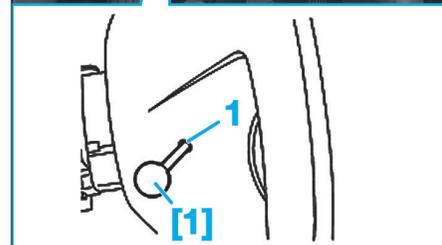

Fig. 2
- Enfoncer les outils prévus à cet effet [1] dans les orifices préperforés (1) du volant (Fig.2).